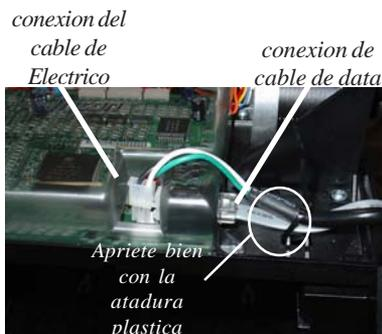

Figura 9. conexiones Data / Electrica .
- (Para TDM-100) Hacer girar al dispensador 90 ° en sentido contrario a las agujas del reloj. Ponga los cables de comunicacion(cablegrafía) y cable de poder juntos a través de una atadura plastica y entrelacelas con esta, después tape el cable de data en un enchufe designado J11. Tape el conector de poder de corriente continua en el enchufe J12 (la Figura 9). **Apriete bien con la atadura plastica los cables al dispensador.**
8. **(Para TDM-150)** Ponga los cables de comunicacion(cablegrafia) y cable de poder juntos a traves de una atadura plastica que se encuentra a un lado del dispensador y entrelacelas con esta, vea la Figura 10. De nuevo junte los cables con una segunda atadura plastica como muestra la Figura 9.Enchufe el cable de data en el enchufe designado J11. Conecte el cable de DC en el el enchufe J12 (Figura 9). **Asegurese que los cables esten bien apretado con la atadura plastica**